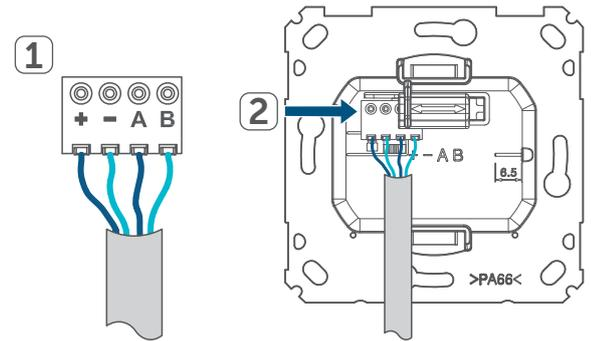

Abbildung 6
- Halten Sie die Systemtaste für 4 s gedrückt Abb. 6.